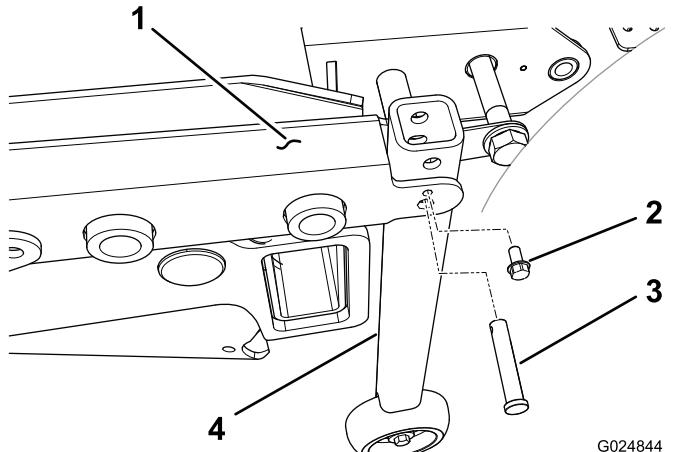

Figure 47
2. Pour les machines dont le numéro de série est antérieur à 312999999, fixez le support de tube vertical à chaque coin arrière du cadre du plateau au moyen d'un axe de chape et d'une vis autotaraudeuse ($\frac{3}{8}$) (Figure 47)